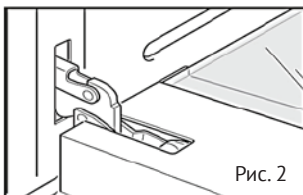

Рис. 2
- Закройте фиксаторы в соответствии с (рис. 2)